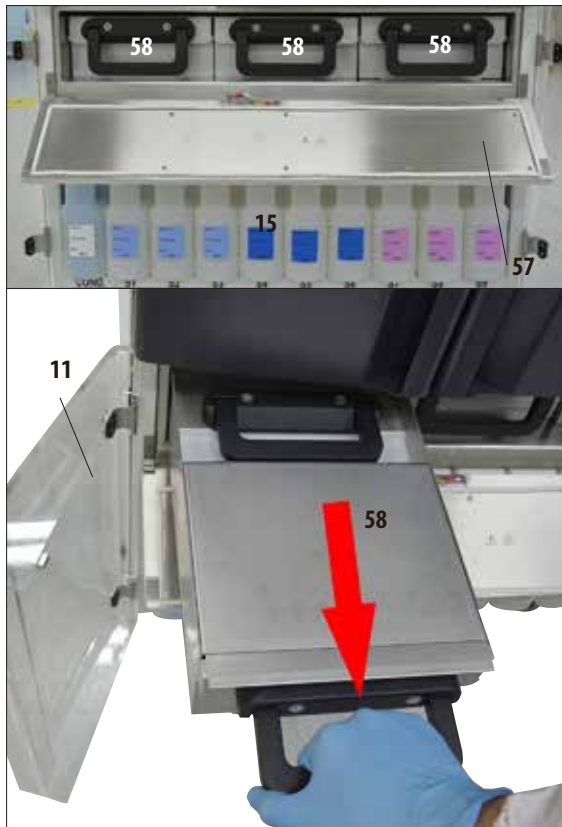

Fig. 41
- Aparatul are trei băi de parafină încălzite (58), fiecare cu capacitate max. de 4,9 l de parafină lichidă.
- Acestea sunt situate în spatele unei clapete (57) deasupra compartimentului pentru reactivi cu recipientele de sistem (15). Pentru a avea acces la clapetă, deschideți cele două uși inferioare din plexiglas (11, 12).
- Băile individuale de parafină pot fi extrase pentru umplere (Fig. 41) și pot fi, de asemenea, scoase din compartiment pentru curățare.